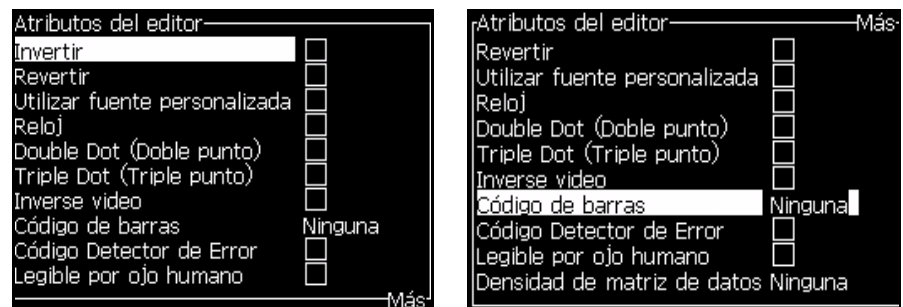

Figura 5-39. Editor: Menú Atributos
- 1 Seleccione *In-line Attributes* (Atributos en línea) en el menú *Editor* (Editor) (pulse ALT + E). Aparecerá el menú *Editor Attributes* (Atributos del editor) (consulte Figura 5-39 en la página 5-51).